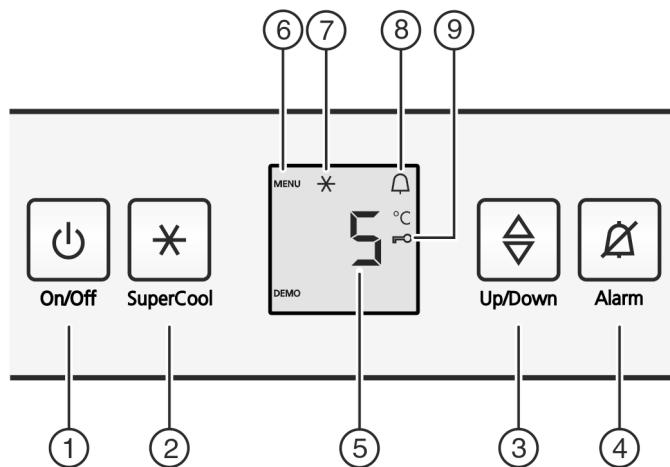

Fig. 2
- Stlačte tlačidlo On/Off Fig. 2 (1).
- Tlačidlo SuperCool Fig. 2 (2) stlačte na cca 5 sekúnd.
- Na indikátore sa zobrazí symbol Menu Fig. 2 (6).
- Tlačidlom SuperCool Fig. 2 (2) krátko potvrďte.
- Na indikátore svieti symbol detská poistka Fig. 2 (9).
- Tlačidlom SuperCool Fig. 2 (2) krátko potvrdte.
- Krátko stlačte tlačidlo On/Off Fig. 2 (1).
- Vyvolanie funkcie teploty: Stlačte nastavovacie tlačidlo Fig. 2 (3).
- Zmena teploty v krokoch po 1 °C: Nastavovacie tlačidlo Fig. 2 (3) stláčajte tak často, kým sa na indikátore teploty rozsvieti požadovaná teplota.
- Stlačte tlačidlo Alarm Fig. 2 (4).